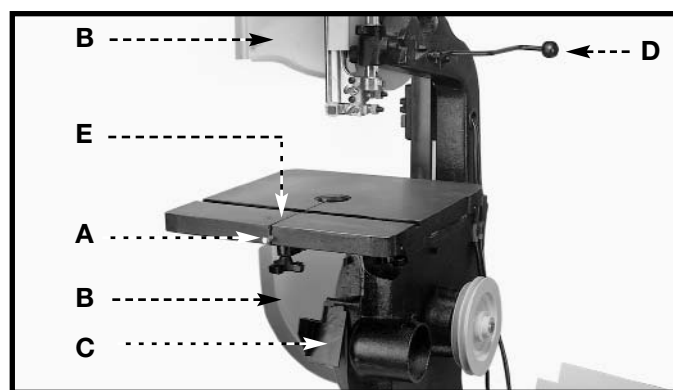

Fig. 20
1. Quite el pasador de la mesa (A) Fig. 20 de la mesa.
2. Abra las dos puertas del protector de las ruedas (B) Fig. 20 y la puerta del protector de la hoja (C).
3. Asegúrese de que la palanca de tensado rápido (D) Fig. 20 esté posicionada a la izquierda de la máquina.
4. Resbale la lámina (dientes que hacen frente hacia fuera) a través de la (E) Fig. 20 de la ranura en la tabla de la sierra de la venda.
7. Cierre las dos puertas del protector de las ruedas (B) Fig. 20 y la puerta del protector de la hoja (C).
8. Mueva la palanca de tensado rápido (D) Fig. 20 decha para poner tensión en la hoja.